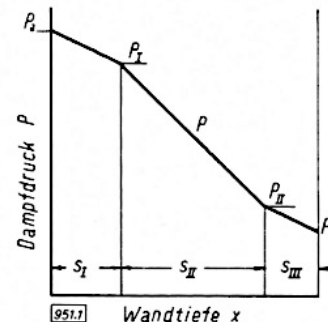

Bild 1. Dampfdruckverlauf in einer mehrschichtigen Wand. Keine Feuchtigkeitsausscheidung
In Gl. (2) bis (4) beziehen sich die Indices I, II . . . N auf die verschiedenen Schichten. Mit Hilfe dieser Gln. können die Diffusionsstromdichte und der Dampfdruckverlauf in der Wand berechnet werden. Dieser ist abhängig von der Wandtiefe mehrfach geknickt (Bild 1).